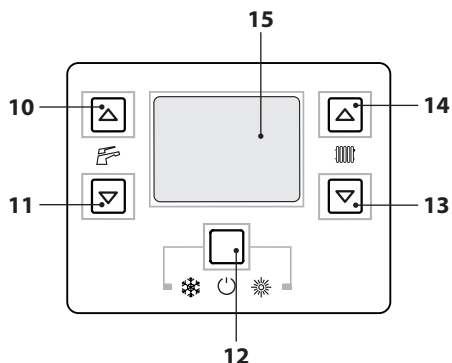

Figura 6.5
- Tenere premuto per 2 secondi il tasto 12 fino a far apparire sul display entrambe i simboli  e . Figura 6.5.
- Spegnerla caldaia tenendo premuto per 2 secondi il tasto 12 (Figura 6.5) fino a far apparire sul display LCD il simbolo  (i trattini vengono accesi in sequenza per simulare uno scorrimento) (Figura 6.4).